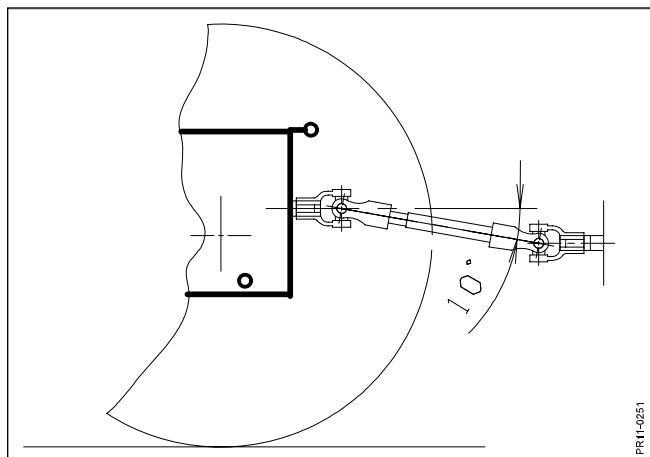

Fig. 2-1
- Fig. 2-1** b) El ángulo del eje de la TDP tiene que encontrarse entre un rango de -10° a $+25^\circ$ en relación con el horizontal, en respectivamente posición de trabajo y posición de transporte.